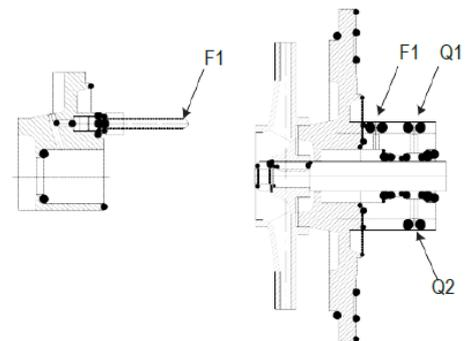

**Figura 5**
• El enfriamiento, sellado y lavado de la tubería de sellado debe conectarse sólo a las conexiones designadas ubicadas en la bomba (**Figura 5 y 6**).